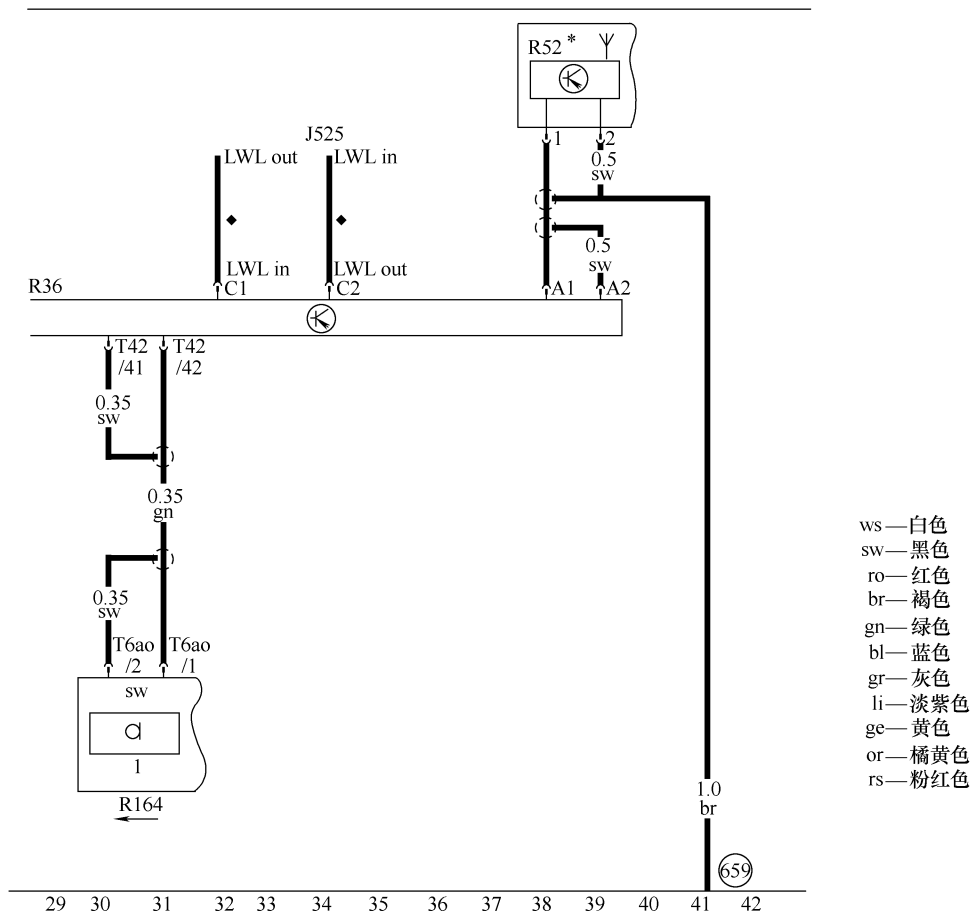

图 10-5-2 电话的发送器和接收器、前部车顶模块中的传声器单元、收音机/电话/导航系统天线电路图
- (1) 固定电话电路图如图 10-5-1 和图 10-5-2 所示。